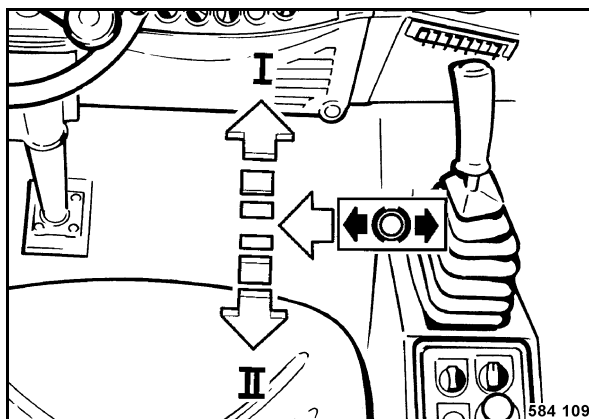

Fig. 182
- Desencajar la palanca de marcha (Fig. 182) hacia la izquierda, pero no desplazarla a posición "I" ó "II".